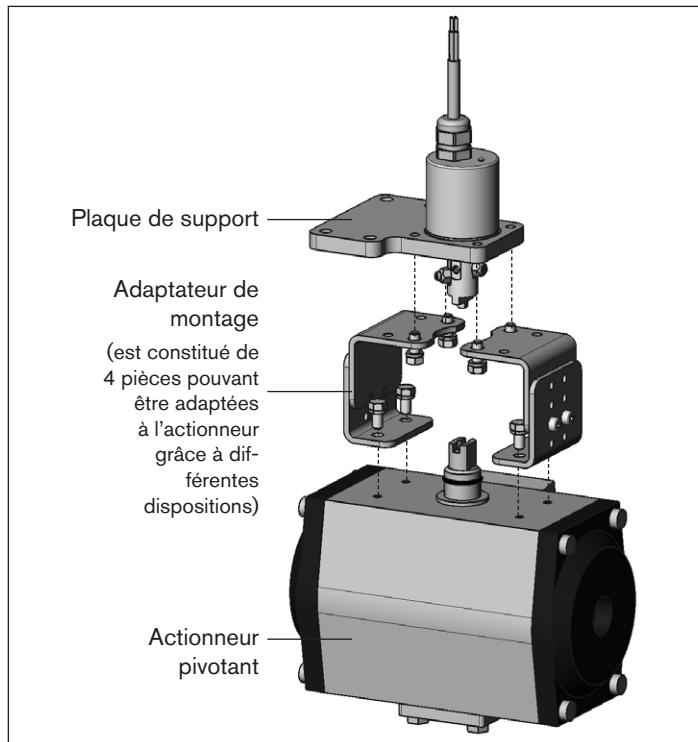

Fig. 23 : Montage du Remote Sensor rotatif sur un actionneur pivotant
- Visser la plaque de support du Remote Sensor rotatif sur le adaptateur de montage à l'aide de 4 vis à tête cylindrique et de rondelles élastiques. (voir « Fig. 23 »).
→ Visser le adaptateur de montage à l'aide de 4 vis à tête cylindrique et de rondelles élastiques sur l'actionneur pivotant (voir «Fig. 23»).